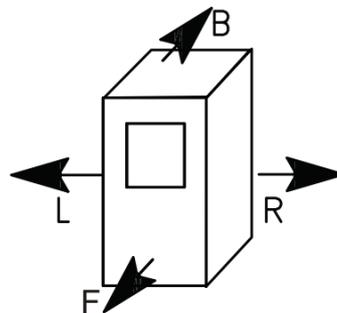

Fig. 1
- La termochimenea en versión de uno o dos serpentines se puede instalar en instalaciones a vaso cerrado SI el serpentín se utiliza exclusivamente para refrigerar, conectando una válvula de descarga térmica opcional (véase fig. 1).
- 3) instalaciones en vaso cerrado con válvula opcional (véase la fig. 1 (en la pág. xx).
## DISTANCIA DE SEGURIDAD (FIG. 1)
Las ignífugas del recubrimiento (vigas o marcos) no tendrán partes en contacto con la termochimenea sino a una distancia de al menos de 1-2 cm para permitir un flujo de aire que evite la acumulación de calor (véase la fig. 1/a).
La contra campana puede ser realizada con paneles ignífugos de cartón yeso y con materiales no inflamables. Conviene airear el interior de la contracampana permitiendo una entrada de aire desde abajo (espacio entre el portillo y la viga), que por movimiento de convección saldrá a través de una rejilla de para instalar arriba, obteniendo así la recuperación de calor y evitando excesivos sobrecalentamientos (véase la fig. 1/a).